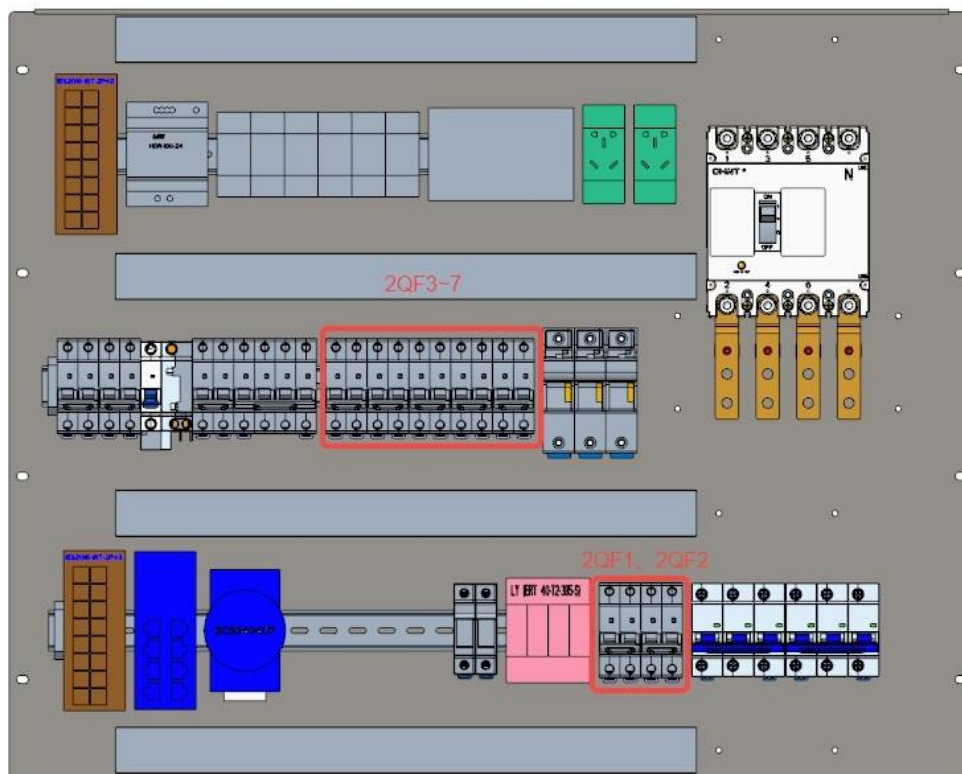

Figura 5-2 Feche o microdisjuntor 2QF1-2QF7
3. Desconecte o microdisjuntor 2QF1-2QF5 na unidade de distribuição. Consulte a Figura 5-2.